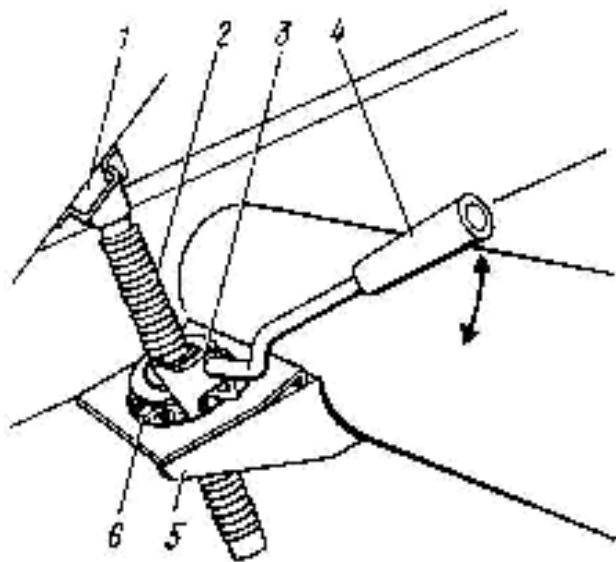

Рис. 15 Механизм подъема загрузчика
7.3.1. Положение загрузочного транспортера устанавливается с помощью механизма (рис. 15), состоящего из винтовой пары (винт 2 и гайка 6), сидящей в опоре 5. На наружной поверхности гайки 5 имеются зубья. На рукоятке 4 шарнирно закреплена собачка 3. Собачка перебрасывается относительно
При затруднительном повороте гайки винта подъема загрузчика необходимо отпустить болты крепления накладки 7 (рис. 15).